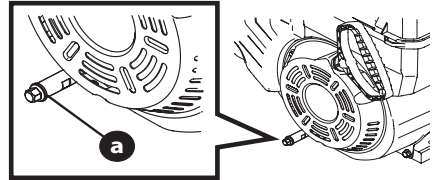

Figure 9
NOTE : Le bouchon peut se trouver sur le devant ou à l'arrière du bloc-moteur ou être un tube, selon le modèle du moteur. Figure 9. La Figure 4 à la page 44 représente des exemples.
3. Nettoyez la surface autour du bouchon de vidange (a). (Figure 9).
5. Retirez le bouchon. (Figure 9).